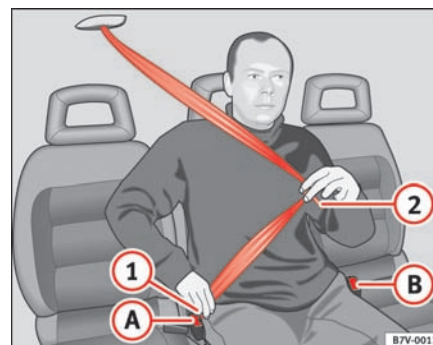

Fig. 11 Sådan spændes sikkerhedsselen til den midterste siddeplads på 2. sæderække.
- Tag fat i selens låsetap ⇒ fig. 11 ①, og træk selen nedad.
- Stik låsetappen ① ind i den selelås, der hører til siddepladsen A. Du skal kunne høre, at den går i hak.
- Tag fat i selens låsetap ②, og træk selen hen over hofterne.
- Stik låsetappen ② ind i den selelås, der hører til siddepladsen B. Du skal kunne høre, at den går i hak.